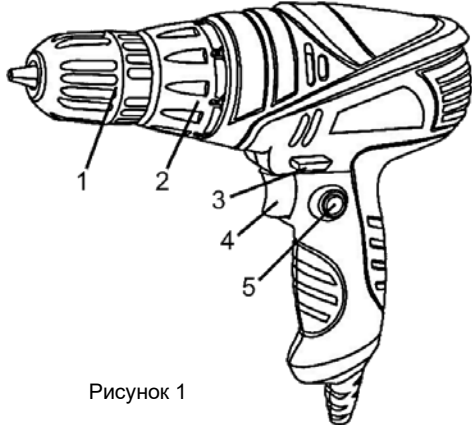

Рисунок 1
4.1 Встановіть необхідний крутний момент за допомогою кільця регулятора моменту затягування (2) (див. рисунок 1).